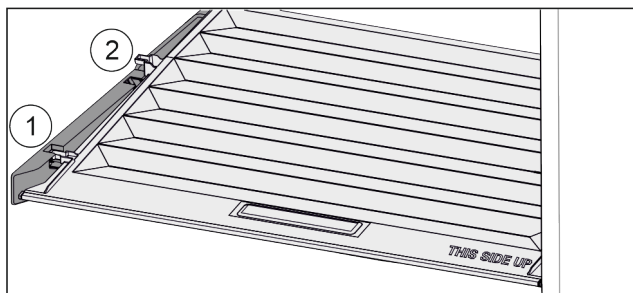

Fig. 84
- Veko potiahnite dopredu až k otvoru v prídržných dieloch Fig. 84 (1).
- Vzádu ho nadvihnite zospodu a zložte smerom nahor Fig. 84 (2).